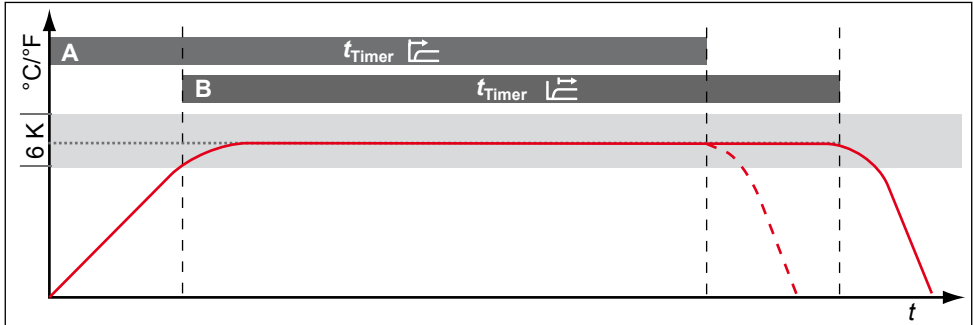

Abb. 25 Timer Mode
Hier kann eingestellt werden, ob die digitale Rückwärtshuhr mit Zielzeitangabe (Timer, siehe Seite 28) sollwertabhängig arbeiten soll oder nicht – das heißt, ob die Timerlaufzeit erst beginnen soll, wenn ein Toleranzband von ± 3 K um die Solltemperatur erreicht ist (Abb. 25, B), oder bereits unmittelbar nach dem Aktivieren des Timers (A).